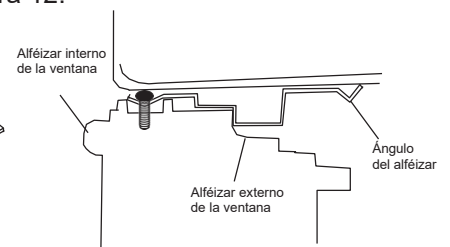

Figura 12
2. Coloque el bastidor en la ventana con el ángulo inferior del alféizar colocado firmemente sobre el alféizar de la ventana, como se muestra aquí. Baje la ventana temporalmente detrás del ángulo superior para sostener el bastidor en su lugar, como se muestra en la Figura 12.